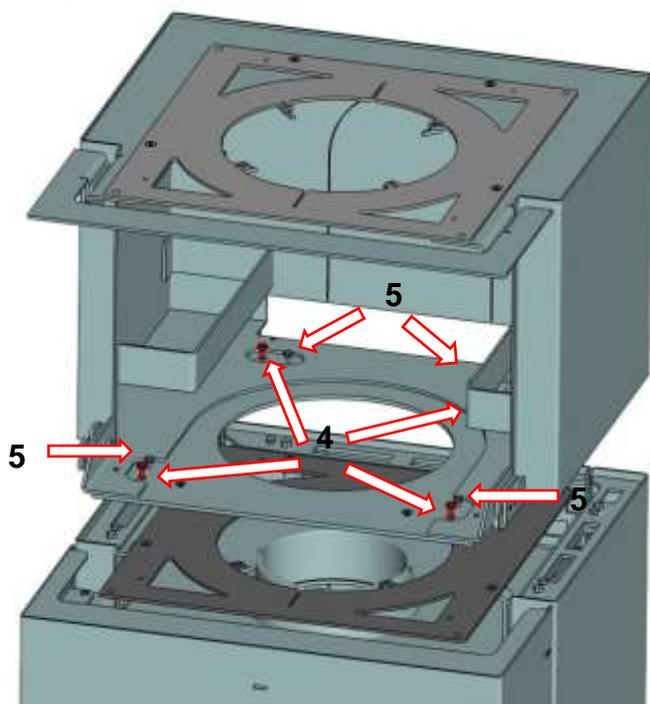

Fig. 13 : montage du module accumulateur de chaleur
2. Montage de l'enveloppe du module accumulateur de chaleur : retirer le panneau avant du module accumulateur de chaleur vers le haut. Poser l'enveloppe du module accumulateur de chaleur sur le corps du poêle (Fig. 13) et la fixer avec les quatre vis M6 (4) incluses. La hauteur du module accumulateur de chaleur peut être réglée à l'aide des vis internes (5) :